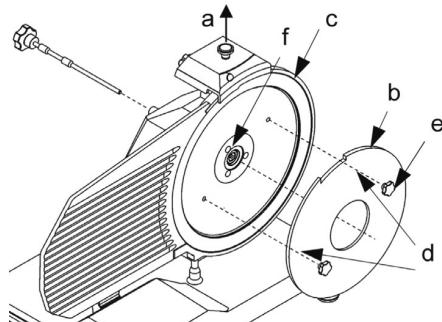

Abb. 5 – Anlegen der Vorrichtung aus Plexiglas (b) zum Abnehmen des Messers
Um das Messer von der anderen Seite zu waschen, muss man es abnehmen [Siehe Abb. 5].
- Abdeckung des Messers abnehmen [Siehe Abb. 5];